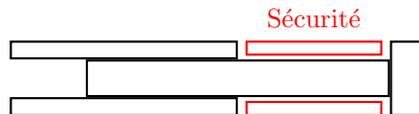

FIG. 2.3 – Verrou de sécurité sur un vérin hydraulique
- des verrous mécaniques de sécurité sont placés sur les vérins des trappes et des trains des avions immobiles pour éviter leur repliement pendant les opérations (figure 2.3) ;